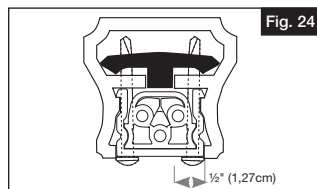

Fig. 24
- b. À l'aide des #10 x 2" (no. 10 x 5,06cm) vis peintes (J), installez par le bas vers le haut deux des vis à travers les emplacements pré trous. Le support, de la main courante seront ainsi sécurisés les uns aux autres (Figure 24). Répétez pour l'autre extrémité.